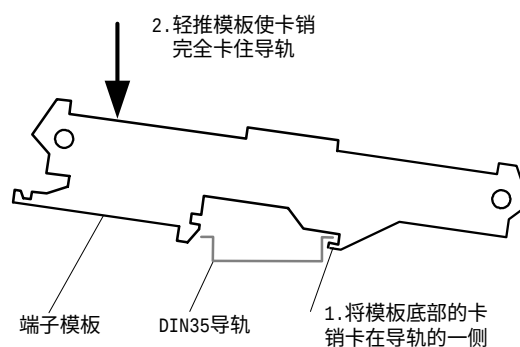

图 18 端子模板的安装
- 3 然后插上电缆，并将现场连线引入端子模板。如图 18 所示。